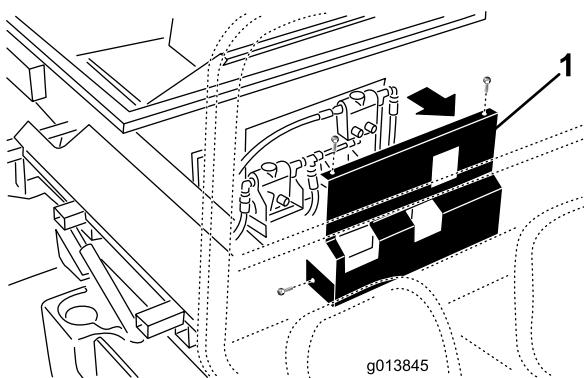

図 13
38. SH バージョン（モデル 44701）では、プロパスの前部にカバーを固定している固定具を取り外し、カバーを外して脇においておく（図 13）。